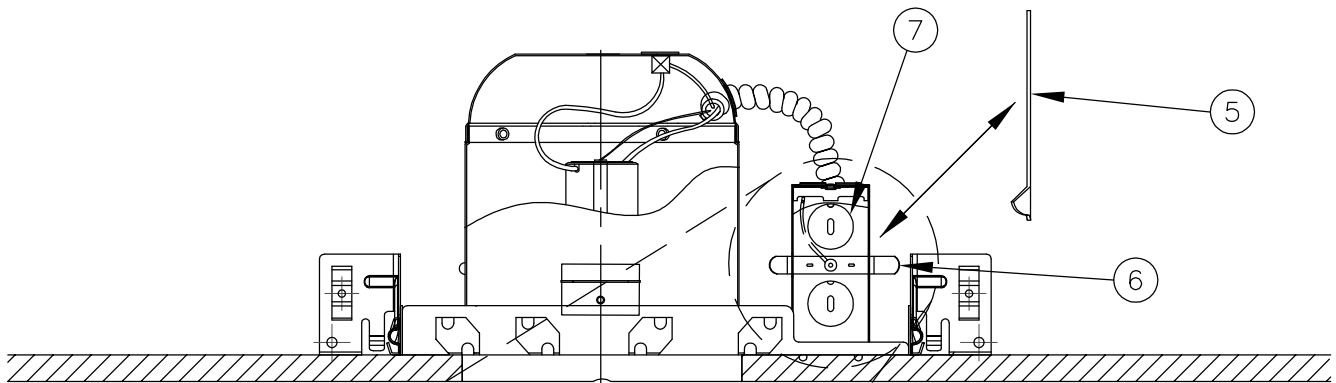

FIG.3
- 3.- Unsnap Junction Box Cover (5) by lifting the Leaf spring (6). (Fig.3)
3.- Abra la caja de conexiones (5) levantando el muelle de ballesta (6). (Fig.3)
3.- Libérez le couvercle de la boîte de raccordement (5) en soulevant le ressort à lame (6). (Fig.3)